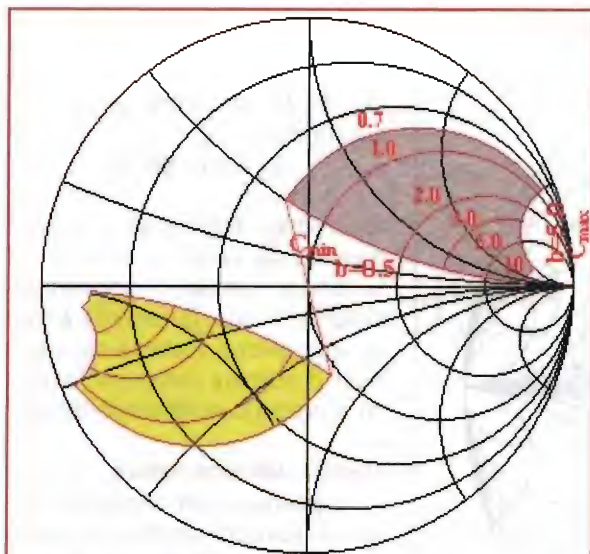

figura 3: luogo delle ammettenze trasformate, riportate all'impedenza
**Passo 3.** Poiché ora dobbiamo aggiungere la reattanza dell'induttore  $L$ , è necessario passare dalle ammettenze alle impedenze; ciò si ottiene sulla Carta di Smith ruotando la superficie trovata di  $180^\circ$ , cioè, in pratica, ruotando il foglio trasparente di esattamente mezzo giro rispetto alla Carta sottostante (figura 3).
**Passo 5.** Le ammettenze in questione devono essere ottenute dalla somma della reattanza dell'induttore con una delle impedenze corrispondenti alle trasformazioni del generatore come si è visto sopra (figura 3). Perciò è necessario trasfor-